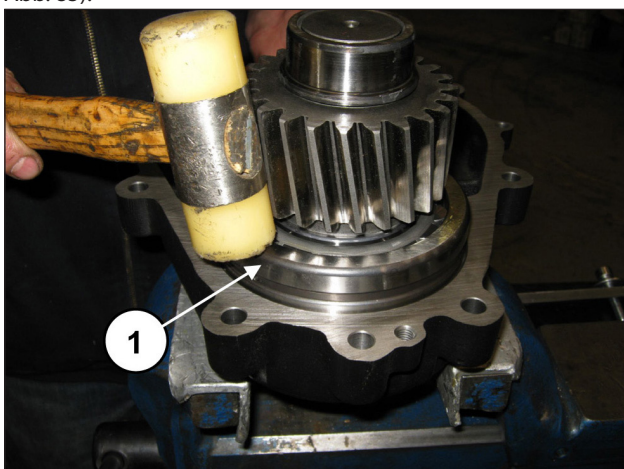

Abb. 85
Treiben Sie das vormontierte Ritzel in den entsprechenden Sitz am Getriebedeckel mithilfe des Schlagwerks ein (Pos. ①, Abb. 85).